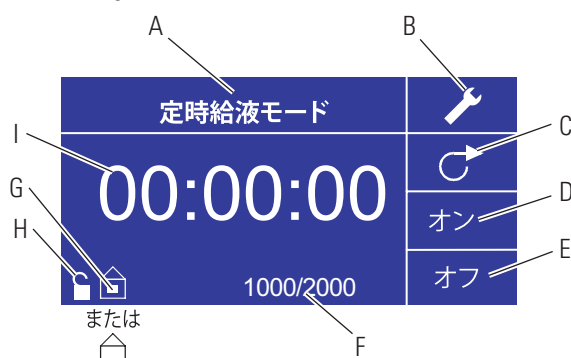

図 3-4. 定時給液モードスクリーン
- I. 時間表示：中央の桁は、ディスプレイの右側にハイライトされているONまたはOFF時間の、残り時間を示しています (図 3-4、位置Dまたは E)。
6. **ON時間設定**：ON時間を設定するには、方向パッドとENTERキーを使って、ONフィールドを選んでください (図3-4、位置D 参照)。こうすると、スクリーン中央のタイマーがハイライトされます (図3-4、位置I参照)。ENTERをもう一度押して、UP/DOWN矢印でタイマーをセットします。LEFT/RIGHT矢印で、桁を切り替えます。ベストなON時間を選んだら、再びENTERを押して確定します。駆動部は、スクリーンの中央にでている時間だけ稼働します。
7. **OFF時間設定**：OFF時間を設定するには、方向パッドとENTERキーを使って、OFFフィールドを選んでください(図3-4、位置E参照)。こうすると、スクリーン中央のタイマーがハイライトされます(図3-4、位置I参照)。ENTERをもう一度押して、UP/DOWN矢印でタイマーをセットします。LEFT/RIGHT矢印で、桁を切り替えます。ベストなOFF時間を選んだら、再びENTERを押して確定します。駆動部は、スクリーンの中央にでている時間だけ停止します。**注**：OFF時間が00:00:00に設定されている場合、次の分注を開始するには、キーパッドまたはリモートI/OコネクタからのSTART/STOP入力が必要です。
8. **バッチサイズを選択**：選択されたON/OFF時間で駆動部を稼働させる前に、バッチサイズを選んでください。そうするには、方向パッドとENTERキーを使って、BATCHアイコンを選びます(図3-4、位置F参照)。バッチカウントスクリーンでENTERキーを押し、方向パッドのUP/DOWN矢印で希望するバッチサイズを選んでください。LEFT/RIGHT矢印で、桁を切り替えます。ENTERをもう一度押して、選んだバッチサイズを確定します。ゼロ (0) に設定されている場合、駆動部は無限のサイクルで稼働し、∞記号が表示されます。方向パッドでEXITを選び、定時給液操作スクリーンに戻ります。
10. **バッチの再設定**：バッチを再設定するには、方向パッドとENTERキーを使って、BATCHアイコンを選びます(図3-4、位置F参照)。バッチ数スクリーンで方向パッドを使ってRESETを選びENTERキーを押すとバッチ数が再設定され、EXITを選ぶとメインの定時給液モード操作スクリーンに戻ります。